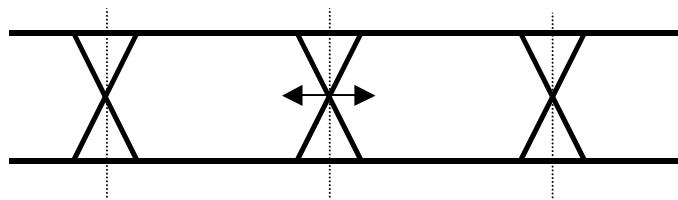

図5.1.1-3 Half Period Jitter 設定
- [13] データ出力信号の Half Period Jitter 設定を行います。この設定により、アイパターンを観測した場合、図 5.1.1-3 のように Cross Point を時間軸方向に調整することができ、初期値 0 で隣り合うアイパターンの幅が等しくなります。